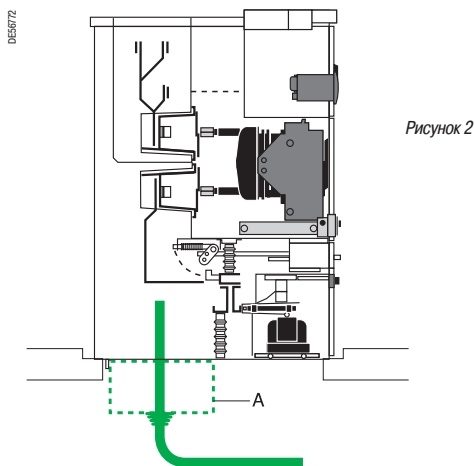

Рисунок 2
- Если подключение кабеля требует высоты точки подключения больше чем 460 мм, используйте дополнительно поддон, как показано на рис. 2.